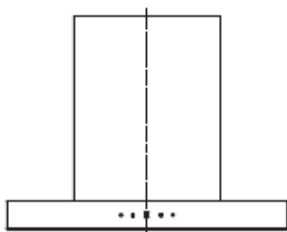

Rys. 6
6. Podnieść okap kuchenny, przeciągnąć przewód zasilający i rurę rozprężną przez otwór w szafce, a następnie przymocować okap kuchenny do szafki za pomocą 4 śrub ST4*18 mm (Patrz Rys. 6).